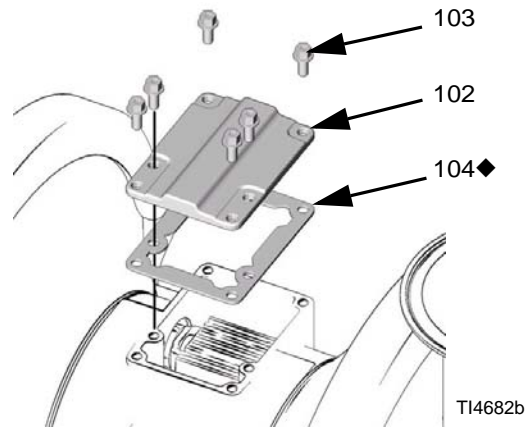

FIG. 12
9. Alinee la junta de la válvula (104) y la cubierta (102) con los seis orificios de la carcasa central (101). Fije los tres tornillos (103) usando un destornillador Torx (T20) o una llave de tubo de 7 mm (9/32 in). Apriete a 5,7-6,8 Nom (50-60 in-lb). Consulte la FIG. 12.